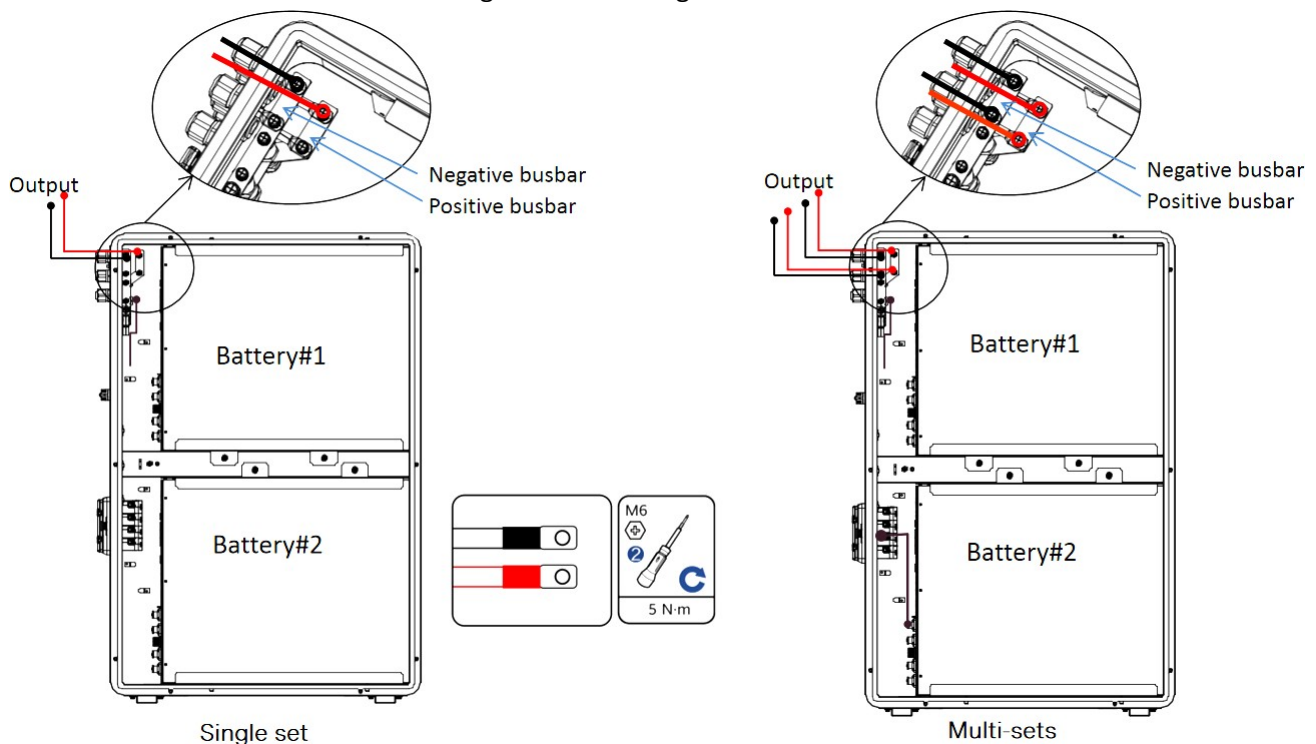

Fig. 5.3.4 Ledningsdiagram for DC-
3. Hvis strømkablet er tilsluttet i henhold til fig. 5.1.1, indsættes strømkablet i den tilsvarende PG 19, hvorefter strømkabelklemmen fastgøres i henhold til fig. 5.3.4.